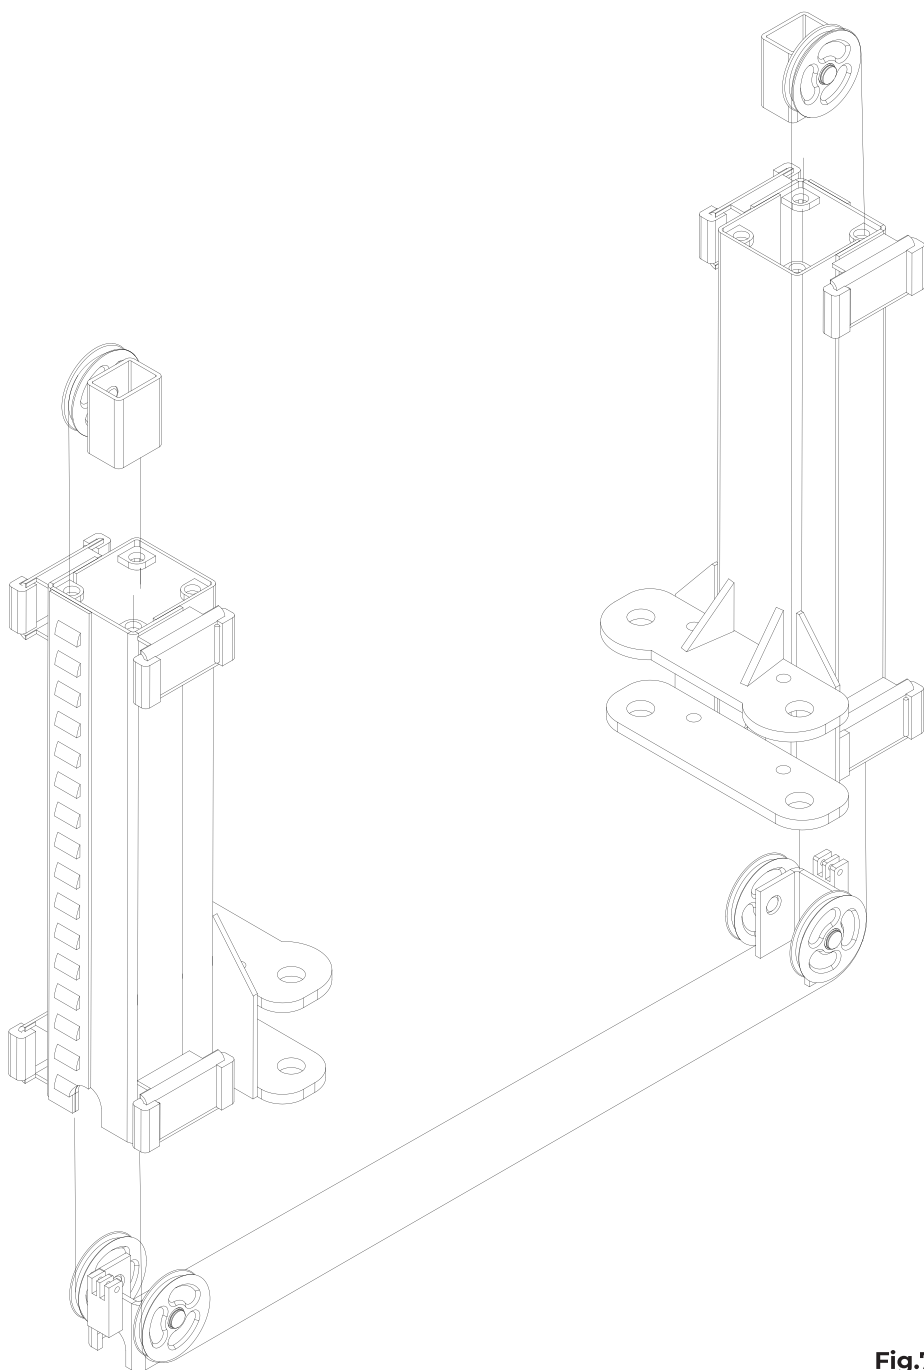

Fig.7
5. Voer de staalkabels door zoals weergegeven in fig.7.